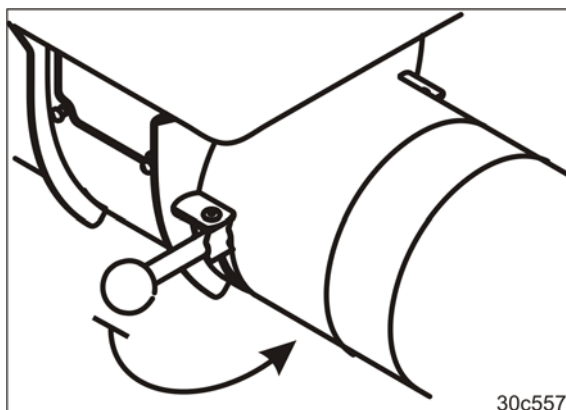

Fig. 266
3. Åbn begge injektorsluser (Fig. 266), og tøm dem (se kap. 5.7.2, på side 87).
8. Luk injektorklappen/injektorklapperne (Fig. 266/1).